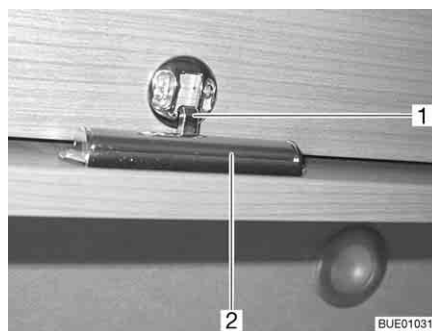

Bild 67 Möbelklappe mit Druckknopf
- Innenteil des Schlosses drücken. Der Druckknopf springt heraus (Bild 67).